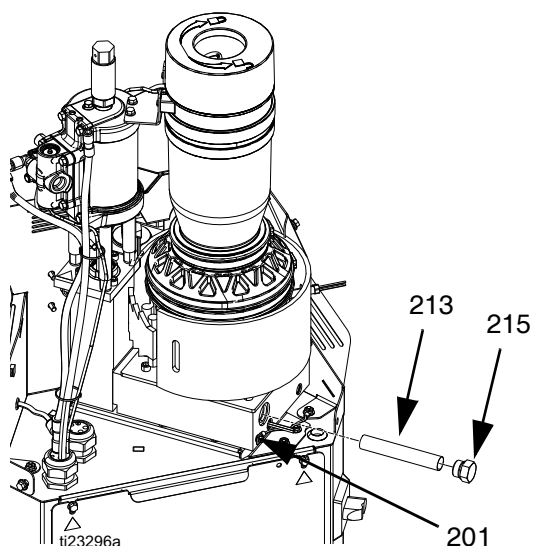

図 24
注:接着剤を液状ではなくジェル状にするために、温度が希望の温度を超えている場合は、インレットフィルターのキャップ (215) を取り外さないでください。温度が低すぎる場合は、接着剤の粘度が高すぎてインレットフィルター (213) を取り外せない場合があります。図 24、44 ページを参照してください。
6. ボール紙をインレットフィルターのキャップ (215) の下において、接着剤が液状である場合に備えて液体をシステムから廃棄容器に誘導します。
7. 1 インチのソケットを使用してインレットフィルターのキャップ (215) を取り外します。
9. 新しいスクリーン (213) を溶解装置のベースのマニホールド (201) にスライドさせます。
10. フィルターキャップ (215) を取り付け、1 インチのソケットを使用して締めます。
11. ADM ケーブルをプラスチックのシュラウド (29) を通してフィードし、シュラウドをシステムに取り付けます。ケーブルを ADM (30) に接続します。